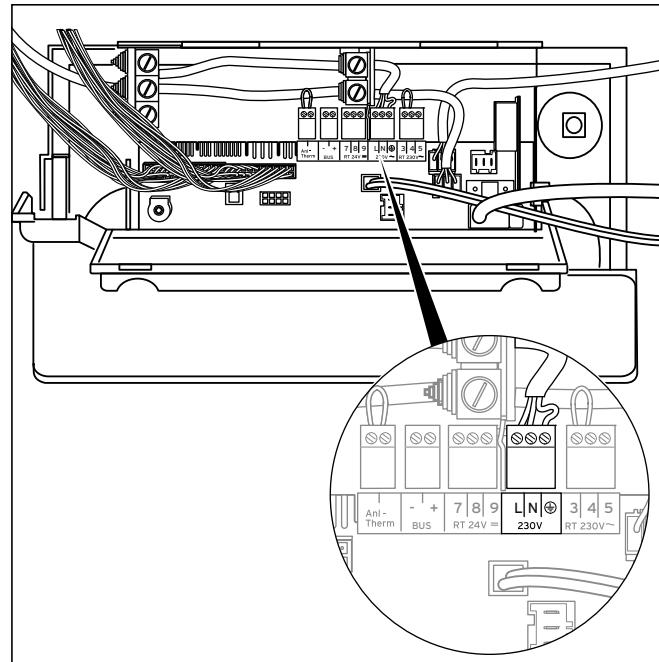

Fig. 5.11 Raccordement de l'alimentation réseau
- Disposez le câble d'alimentation secteur au niveau du raccord du boîtier de commande, comme illustré sur la fig. 5.11.